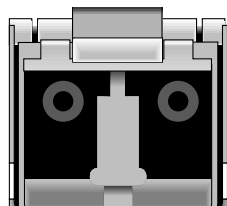

図 5-6 SFP の末端の二重ジャック
2. ファイバチャネルケーブルの片方の端を、図 5-6 に示す SFP の末端の二重ジャックに差し込みます。